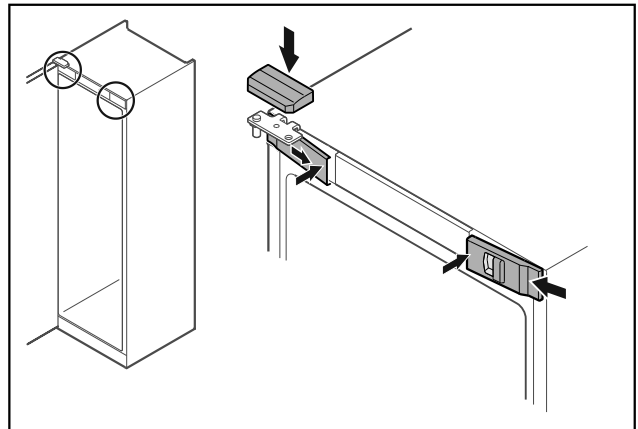

Fig. 48
- ▶ Akassza be oldalt az elülső burkolatokat Fig. 48 (1), és belül pattintsa be.
- ▶ Felülről pattintsa be a felső burkolatot Fig. 48 (2).